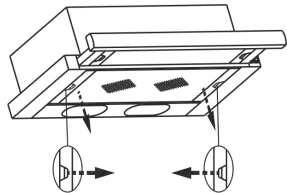

рис. 7
- снимите алюминиевый фильтр, для этого нажмите на пружинный замок на фильтре и потяните его вниз и на себя (рис. 7);
- 8.3 Для очистки алюминиевого фильтра извлеките его из вытяжки (рис. 7) и произведите его очистку с помощью щетки водным раствором нейтрального моющего средства вручную или в посудомоечной машине (при 60°C). Сильно загрязненный фильтр не следует мыть в посудомоечной машине. Старайтесь не сгибать фильтр при мойке. Возможное изменение цвета фильтра, с течением времени, не приводит к снижению эффективности его действия.